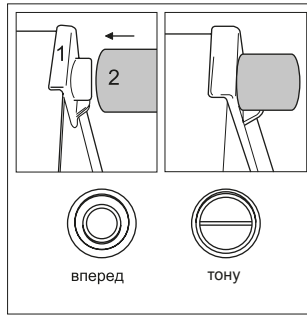

Рис. 1. Встановлення обмежувальних упорів
- Установіть обмежувальні упори у верхні кути задньої стінки холодильника, як показано на рис. 1. Упори постачаються в комплекті холодильника.